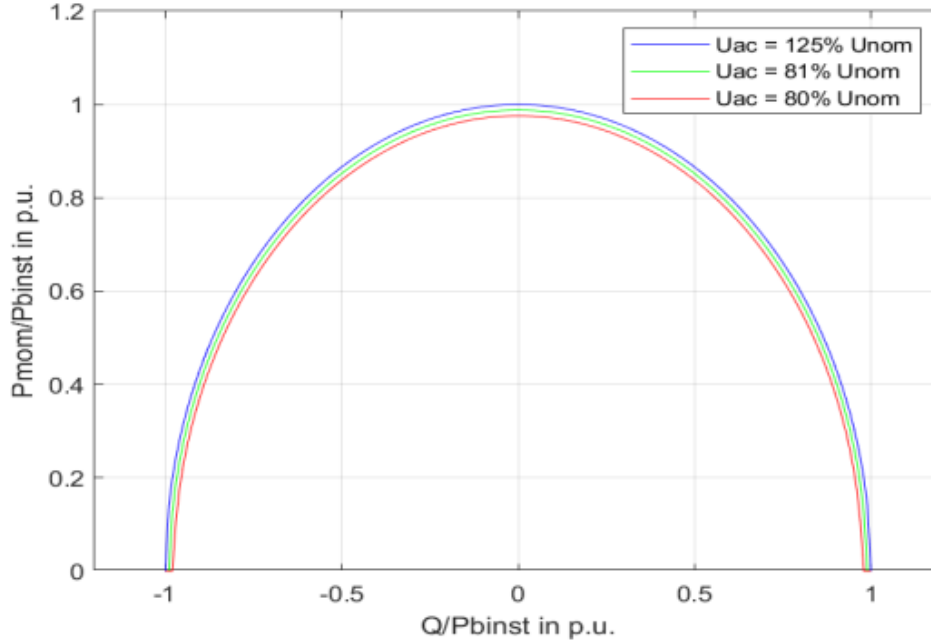

Abbildung 3 –  $P/Q$ -Diagramm gemäß [HE]
*Das maximale Wirkleistungsvermögen der EZE ist gemäß Abbildung 3 spannungsabhängig. Gemäß [1] ist im quasistationären Spannungsbereich (90% bis 110%  $U_c$ ) die direkte Wechselwirkung zwischen der Netzspannung und der Anlagenwirkleistung nicht zulässig. Dies ist im Rahmen der Anlagenzertifizierung zu bewerten.*
In Abbildung 3 ist das  $P/Q$ -Diagramm der Wechselrichter Fronius Symo Advanced 20.0-3-M, 17.5-3-M und 15.0-3-M gemäß Herstellererklärung dargestellt.